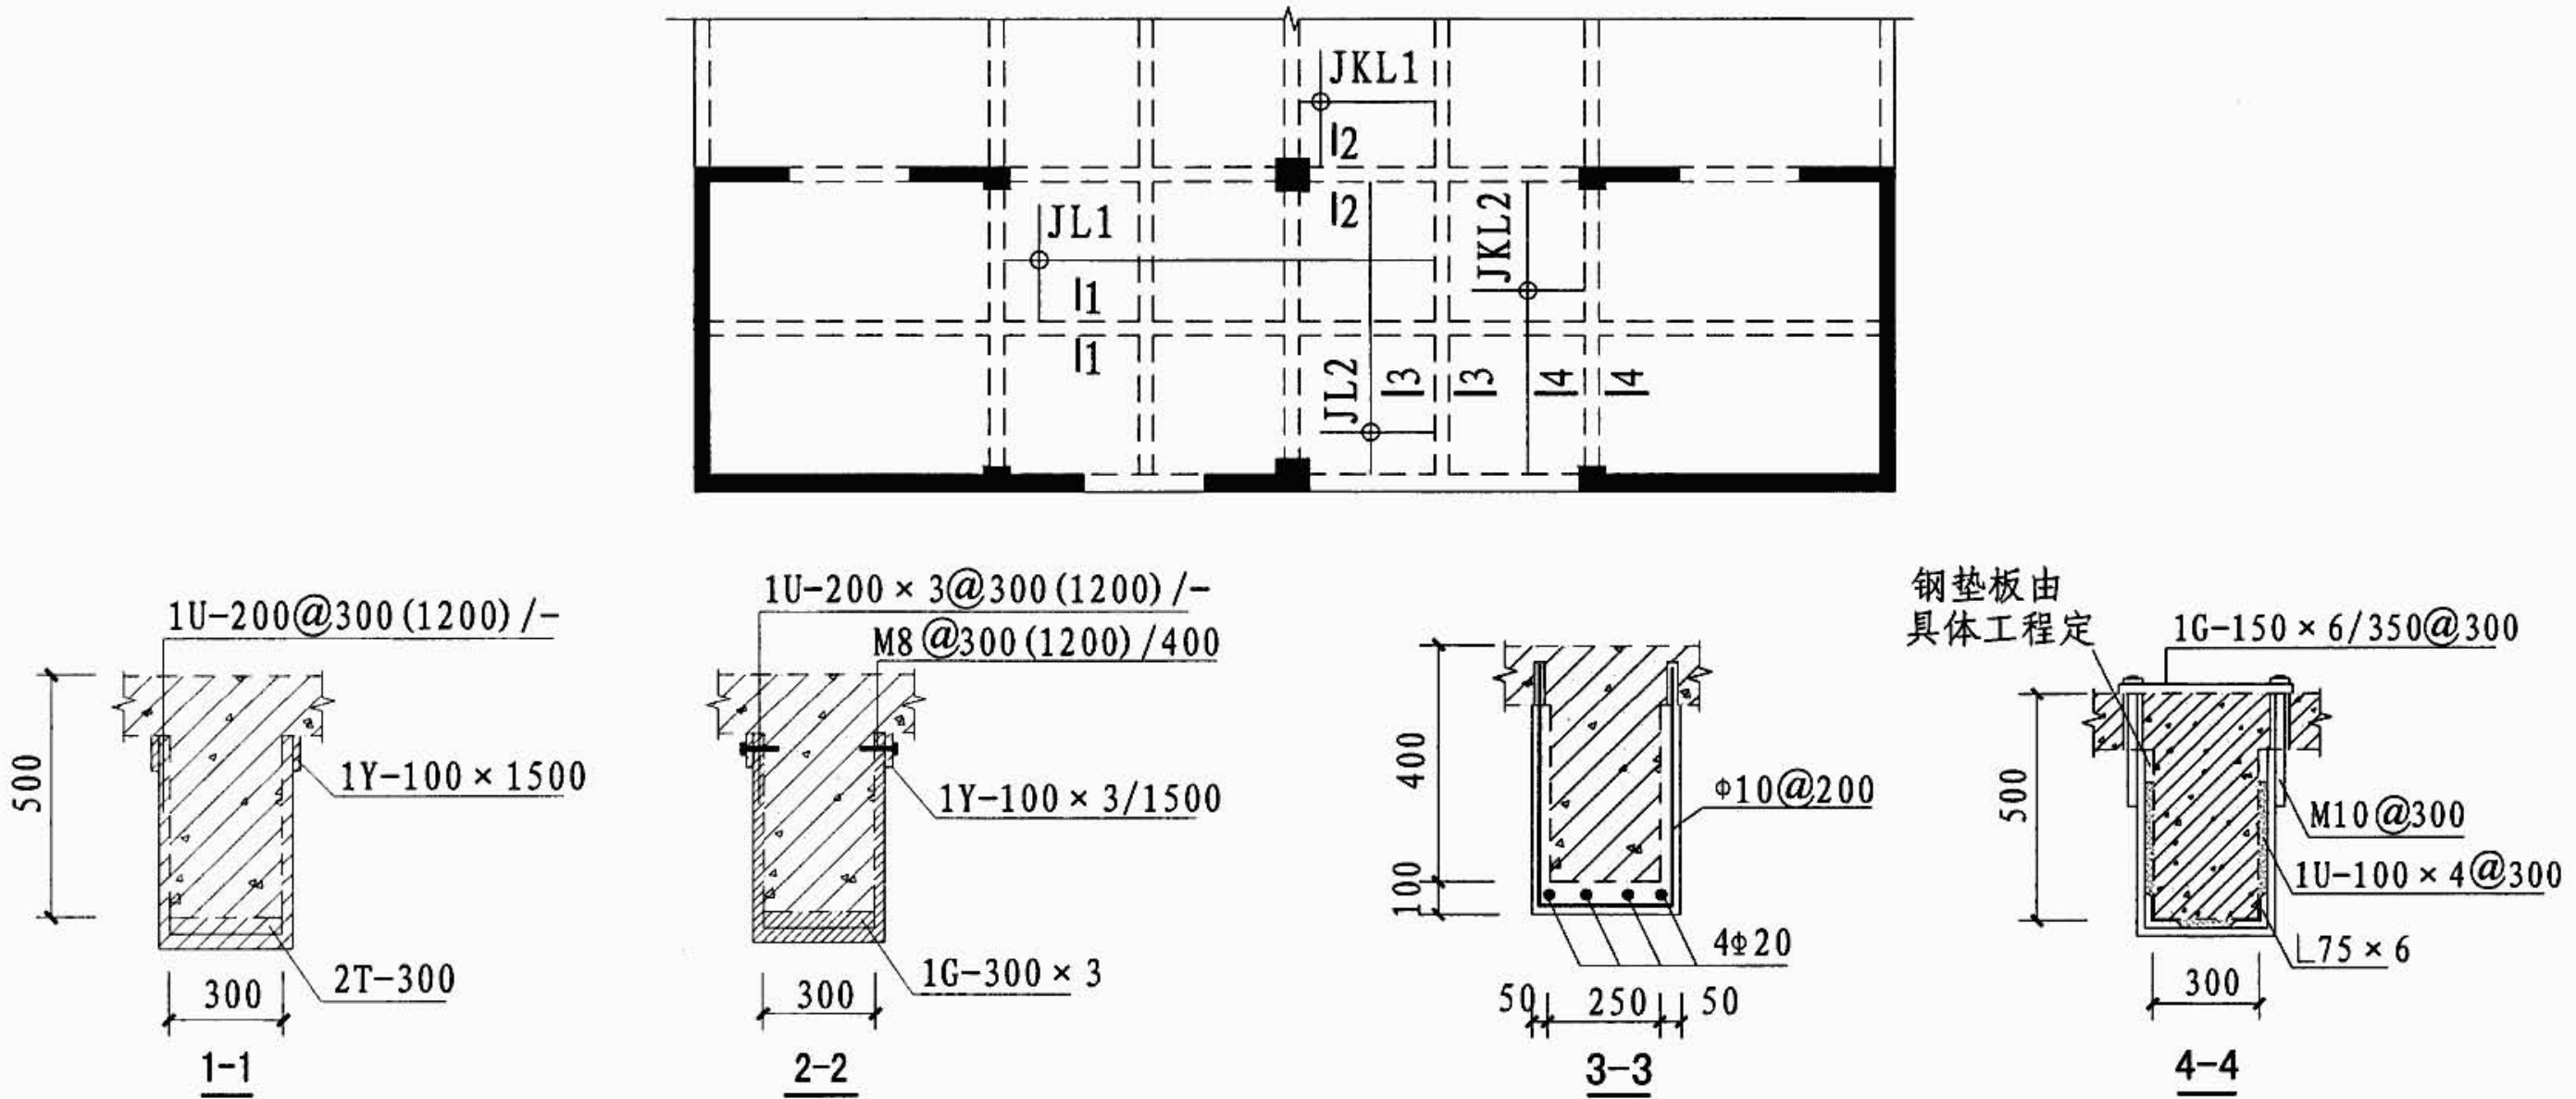

图 3.3.3 梁截面注写方法示例
- 3.3.3 采用截面注写方法表达的梁平面施工图示例如图 3.3.3 所示。